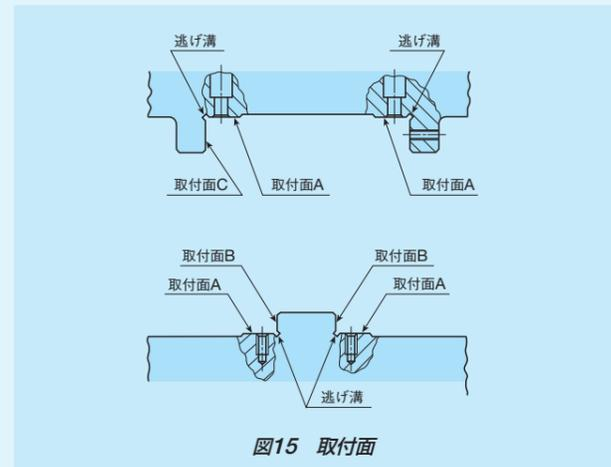

図15 取付面
- ・軌道台をB面（図15参照）に強く密着させながら規定のトルクで均一に本締めします。
- ・固定側軌道台をC面（図15参照）に密着させながら規定のトルクで均一に本締めします。